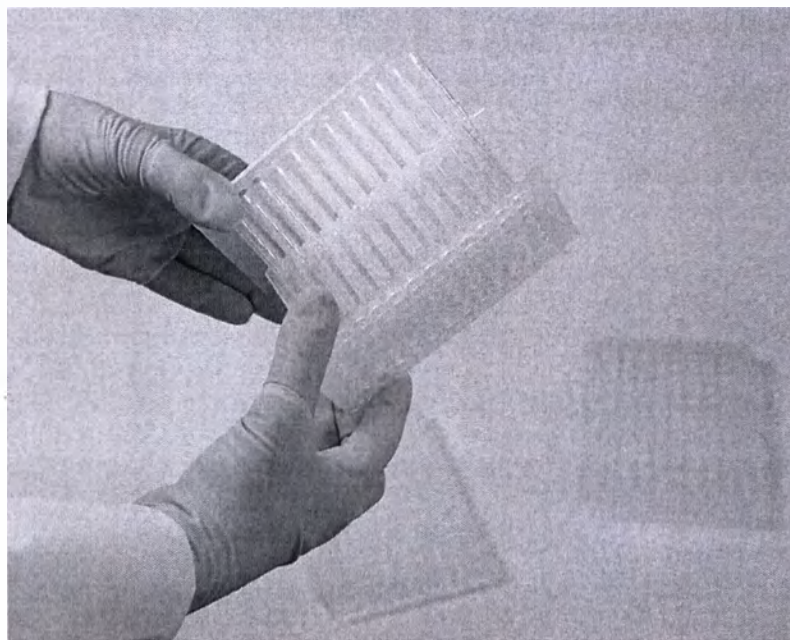
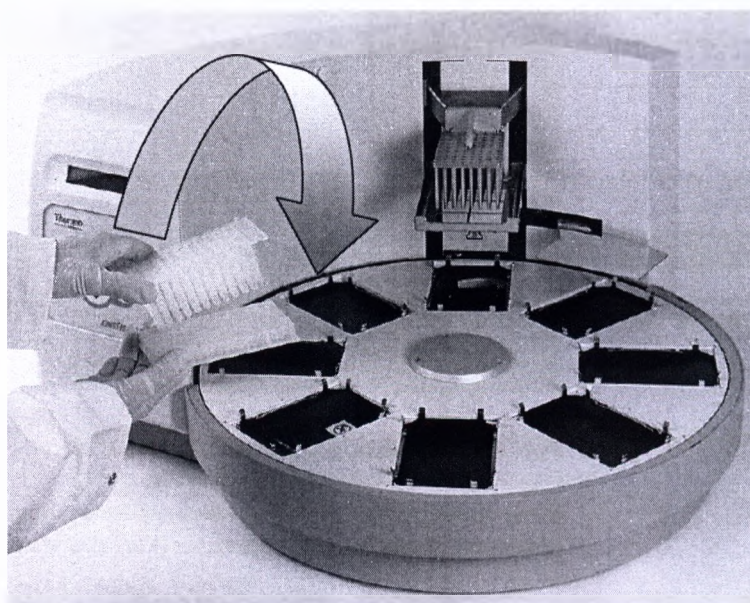

Рис. 6.3 Разделение гребенок наконечников
Рис. 6.5 Установка гребенки наконечников на планшет (200 мкл) для KingFisher 96 (A)
2. Распаковать и разделить гребенки наконечников (Рис.6.3). Поместить одну гребенку наконечников в планшет (200 мкл) для KingFisher 96 (Рис. 6.5 и 6.6).
Гребенка наконечников всегда должна устанавливаться на планшет для KingFisher 96 вручную (Рис. 6.5 - 6.7). Инструмент функционирует с одной установленной гребенкой наконечников и с большим количеством планшетов (в зависимости от количества циклов). **В течение одного цикла на планшет KingFisher 96 может быть установлена только одна гребенка наконечников** (Рис. 5.15). Нажать кнопку **start** для подтверждения установки планшета.